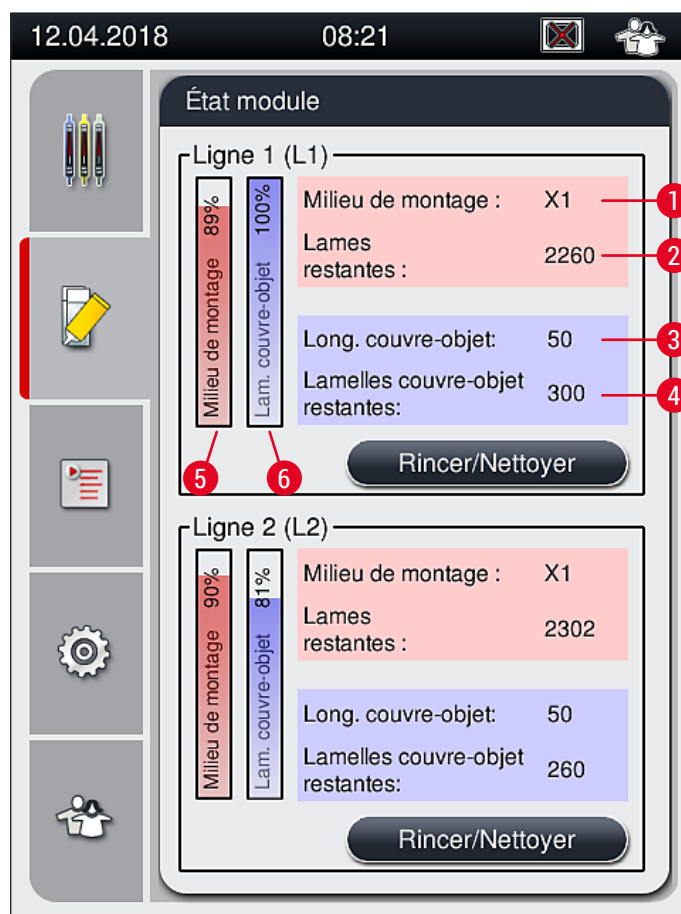

Fig. 22
7. Les flacons du milieu de montage qui sont introduits sont détectés par le logiciel de l'appareil, et l'État module (→ Fig. 22) est actualisé.